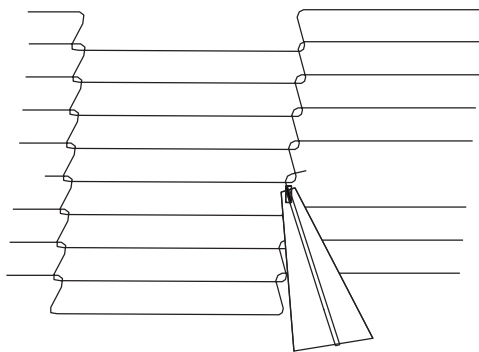

Abbildung 4-28.
2. Mit langen Zangen, haken sie die Hauptglieder am linken Fördererende los, siehe Abbildung 4-28.